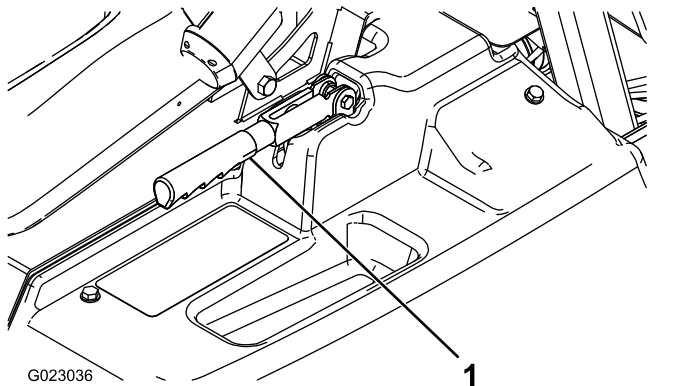

Figura 48
2. Desaperte o parafuso de afinação que fixa o manípulo à alavanca do travão de estacionamento (Figura 48).